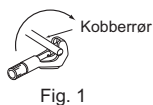

Fig. 1
- Avtappingsslangen må vende nedover for enkel tappeflyt. (Fig. 1)
- 1) Sett sammen kjølemedierørene og avtappingsslangen, sett på filt-tape (4) stramt fra enden. Overlappingsbredden til filt-tapen (4) skal være 1/3 av tapebredden. Bruk en bandasjestopper i enden av filt-tapen (4).
- 2) Trekk ut avtappingshetten bakerst til høyre i den innvendige enheten. (Fig. 1)
- 1) Kutt kobberøret korrekt med rørkutter. (Fig. 1, 2)